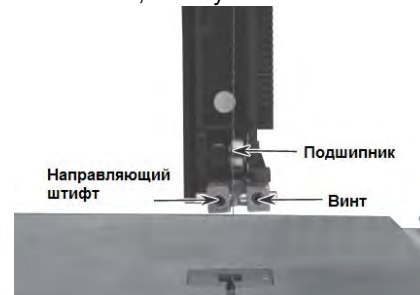

Рис. 11
- Ослабьте винты и отрегулируйте направляющие штифты по бокам пильной ленты (см. Рис. 11). Используйте измерительный щуп, чтобы проконтролировать, что направляющие штифты находятся на расстоянии 0,05 мм от пильной ленты.